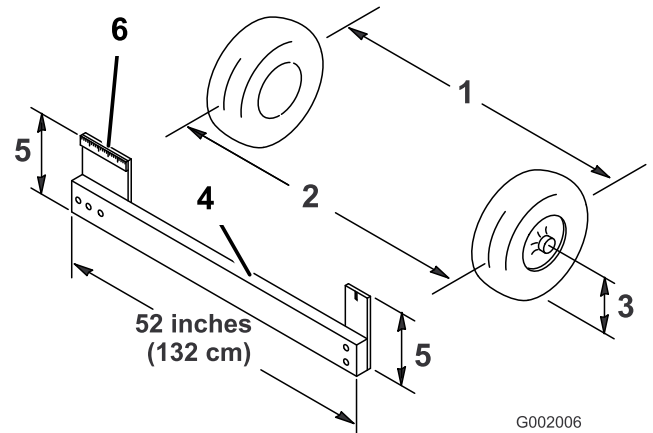

Figura 57
4. Mida la distancia entre los neumáticos delanteros a la altura del eje, en la parte delantera y trasera de las ruedas (Figura 57). Es necesario utilizar una plantilla
para medir la distancia entre la parte trasera de las ruedas delanteras a la altura del eje. Utilice la misma plantilla para medir con precisión la parte delantera de las ruedas delanteras a la altura del eje (Figura 57).